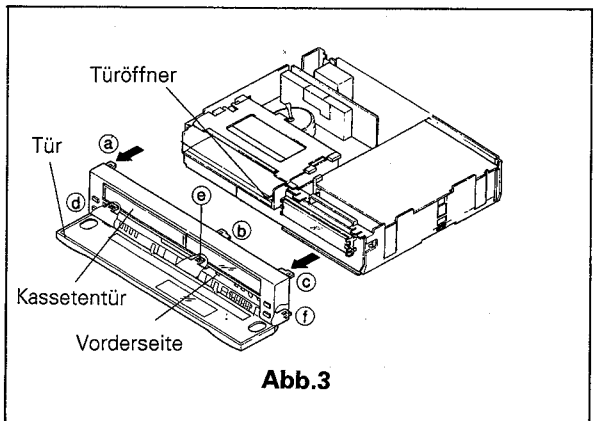

Abb.3
- B. Lösen Sie die sechs Halteklemmen (a ~ f). Siehe Abb. 3.